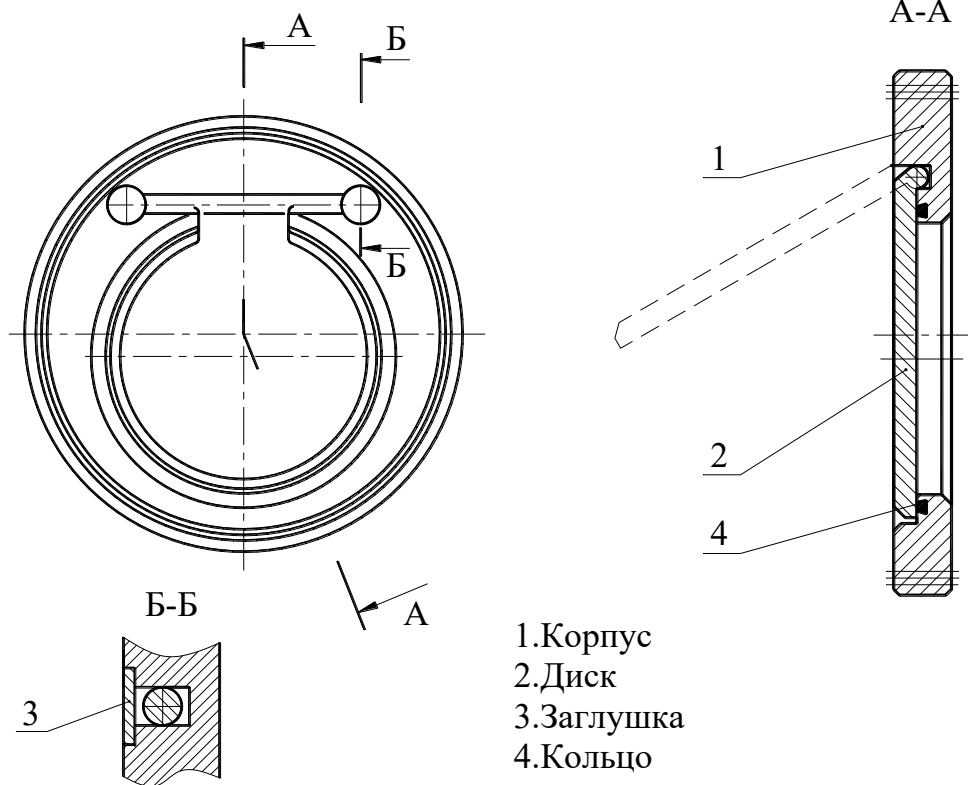

Рисунок 1 – Затвор обратный без пружин возврата.
5.2.2. Полную разборку затвора (см. рис.1) следует производить в следующем порядке:
5.2.3. Полную сборку затвора (см. рис. 1) следует производить в следующем порядке: